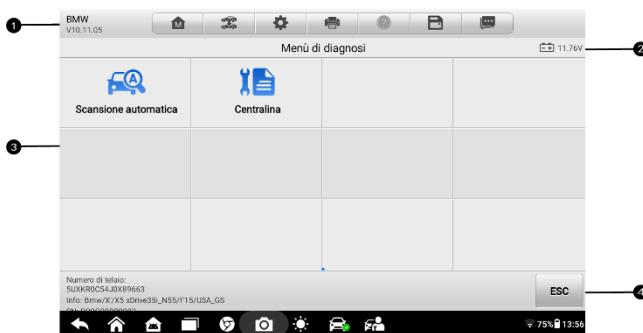

Figura 4-4 Schermata del menu di diagnostica
3. Selezionare **Rilevamento automatico** . Il tablet avvia la scansione del VIN sulla centralina del veicolo. Una volta identificato correttamente il veicolo da testare, il sistema vi guiderà alla schermata del menu Diagnostica del veicolo . Vedere Figura 4-4 Schermata del menu Diagnostica .